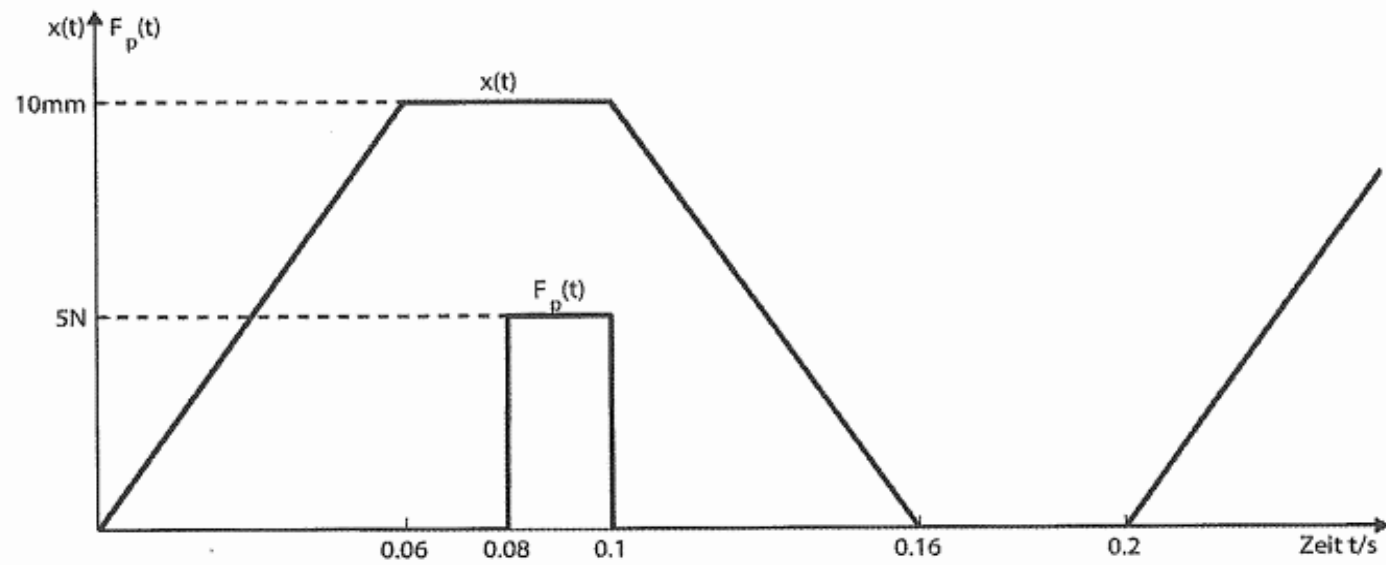

Abbildung 2: Zeitverlauf von Führungsgröße (Sollposition) und Last
- c) Welche Erwärmung der Wicklung erwarten Sie bei der Reglereinstellung gemäß Aufgabenteil b) und Dauerbetrieb mit dem Lastzyklus gemäß Abb. 2? **Hinweis:** Keine thermische Starrkörpermodellierung nach MES03 erforderlich! **10 Pkt.**